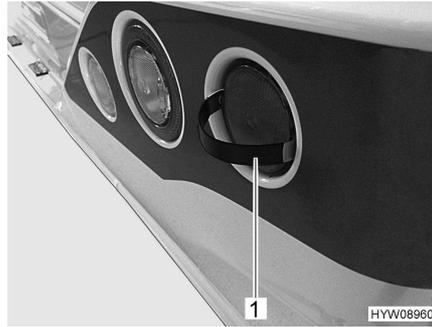

Bild 122 Abdeckung abnehmen
- Rastungen des mitgelieferten Werkzeugs (Bild 122,1) wie dargestellt neben der Abdeckung einstecken.